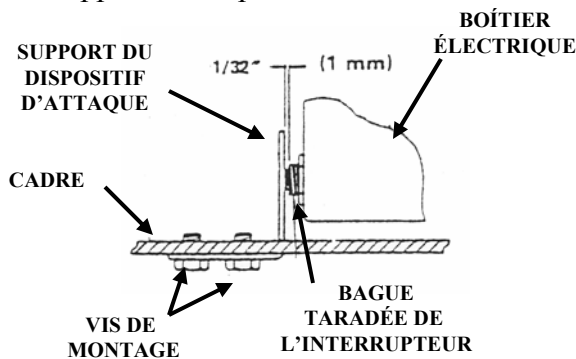

Figure 3
12. Pour régler le support du dispositif d'attaque, desserrez les vis de montage et déplacez le support jusqu'à obtenir un espace d'1/32 de pc. (1 mm) comme illustré à la Figure 3 ci-dessous. Serrez à nouveau les vis de montage lorsque le support est en place.